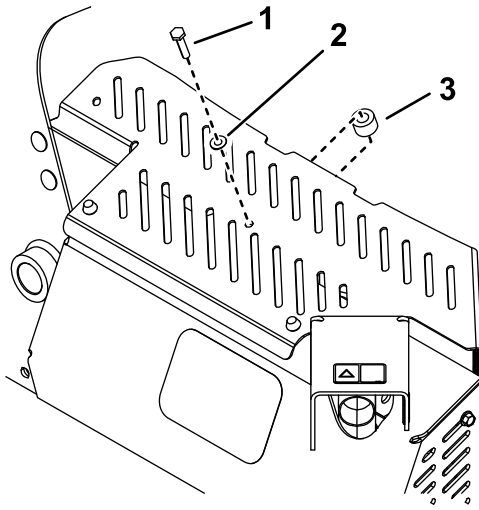

Figura 11
- Utilice el perno autorroscante ( $1/4$ " x  $1 1/4$ " ) y la arandela para instalar el espaciador entre el protector térmico y el protector del silenciador (Figura 11).